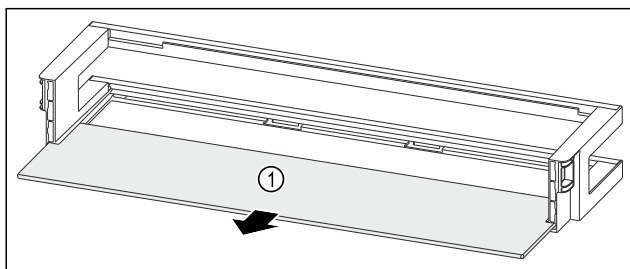

Fig. 118 Dörrfack med hylla
- Ta ut dörrfacket Fig. 118 (1).